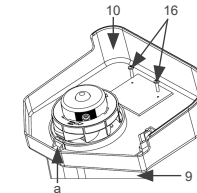

Figura 5.1: Montagem da saia de proteção
- Posicione a saia de proteção (10) conforme o desenho, encaixe-na trava (a) (Figura 5.1), pressione junto ao corpo (9), coloque os parafusos (16) e dê o aperto.